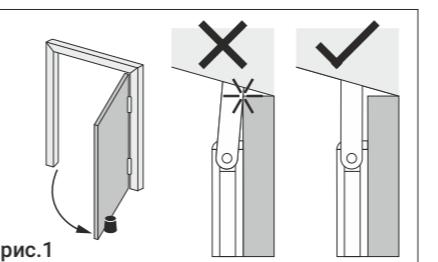

рис.1
- Установите дверной упор (в комплект поставки не входит) согласно выбранному варианту установки доводчика, в том числе и для избежания упирания рычага дверного доводчика в дверное полотно при установке в вариантах 2 и 4, рис.1. Фиксатор HO не является дверным упором.